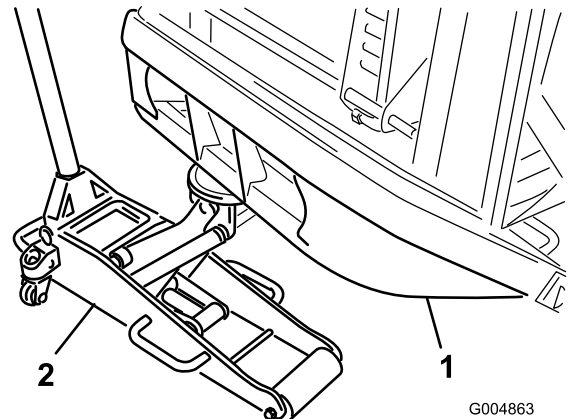

Figura 1
- Coloque un gato de suelo apropiado debajo del tubo del parachoques trasero, y eleve los neumáticos traseros del suelo (Figura 1).